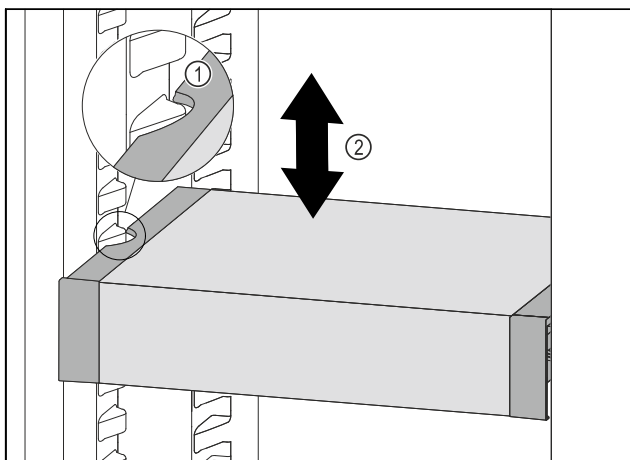

Fig. 103
- ▶ VarioSafe ťahajte dopredu, dokým sa bočné vybrania VarioSafe nebudú nachádzať vo výške rebra nádoby v chladničke. Fig. 103 (1)
- ▶ VarioSafe v chladničke presúvajte nahor alebo nadol, dokým sa dosiahne požadovaná výška. Fig. 103 (2)